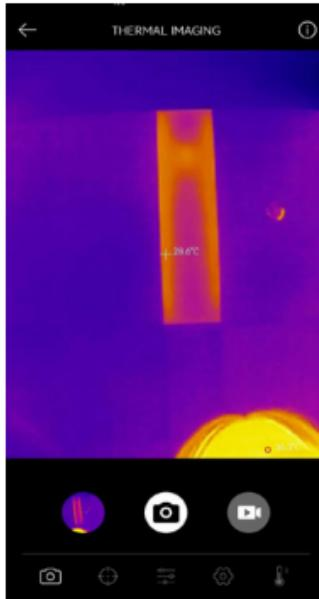

рисунок 3.2.1
- Чтобы просмотреть сохраненные изображения/видео, нажмите на уменьшенное изображение в левом нижнем углу (см. рисунок 3.2.1).